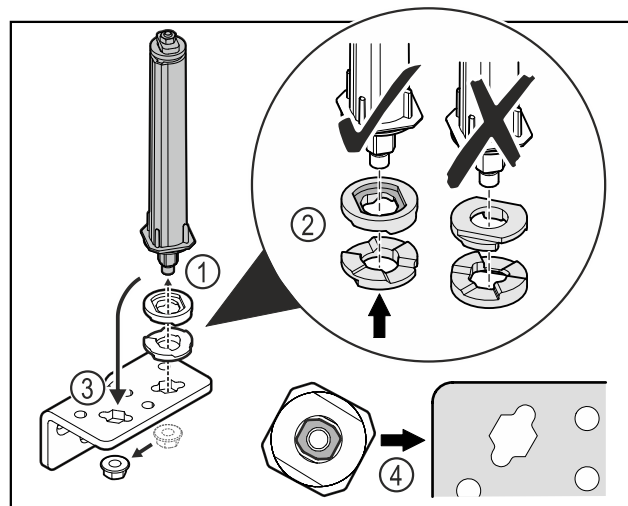

Fig. 44
- Dévisser l'écrou et retirer le système de fermeture de porte Fig. 44 (1).
- Veiller à ce que les rondelles de réglage de la hauteur soient correctement orientées Fig. 44 (2).
- Mettre le système de fermeture de la porte dans l'autre trou de l'équerre de charnière et le fixer avec l'écrou Fig. 44 (3).
- Lors de la mise en place, veiller à bien orienter le système de fermeture de porte Fig. 44 (4).